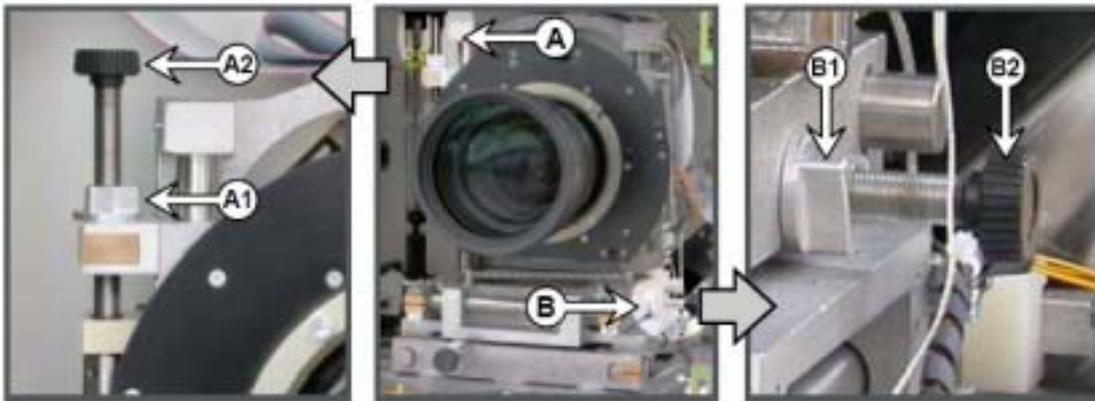

图 9-7 水平和垂直移动
移动调节器位于镜头座上。进行任何移动调整之前，必须拆除盖。在图9-7上，A=水平移动，B=垂直移动
1. 若要垂直移动，首先拧松固定螺母A1。（图9-7）